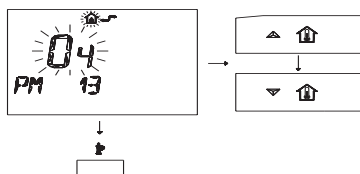

Figura 5.47 Remoto modifica.
- 4 Per modificare il SET programmato agire sui pulsanti o e aspettare che il numero programmato cominci a lampeggiare (Figura 5.47).